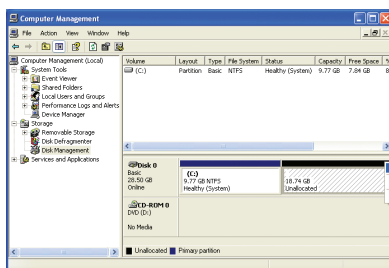

図 6
- オペレーティングシステムをインストールする前にハードドライブを適切に分割していなかった場合、ハードドライブの空きスペースを使用して新しいパーティションを作成することができます (図6, 7)。ただし、Disk Managementに示されたハードドライブのシステムパーティションに未割り当てのスペースがない場合、新しいパーティションを作成したり Xpress Recovery2 を使用することはできません。この場合、オペレーティングシステムを再インストールし、ハードドライブを再分割してください。